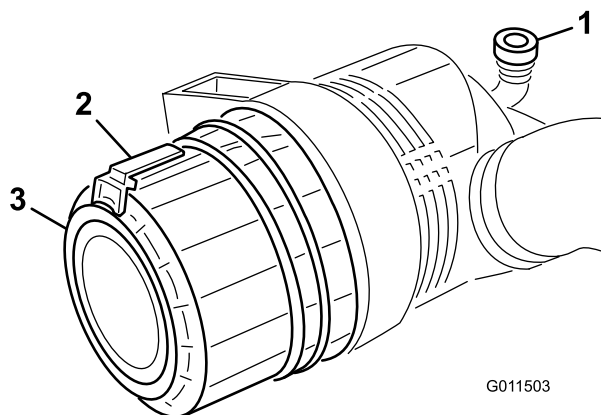

Bild 50
Warten Sie die Luftfilter, wenn die Luftfilteranzeige rot anzeigt (Bild 50) oder nach jeweils 400 Betriebsstufen (häufiger in sehr staubigen oder schmutzigen Bedingungen). Warten Sie den Luftfilter nicht zu häufig.
1. Ziehen Sie den Riegel nach außen und drehen Sie die Luftfilterabdeckung nach links. Nehmen Sie die Abdeckung vom Körper ab (Bild 50). Reinigen Sie die Innenseite der Luftfilterabdeckung.
6. Stellen Sie die Anzeige (Bild 50) zurück, wenn sie auf Rot steht.